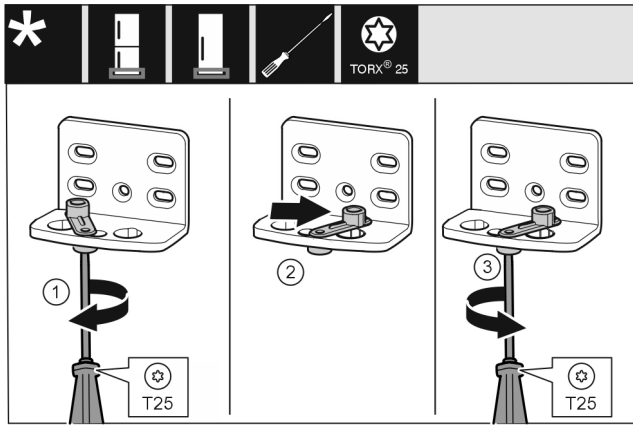

Fig. 23
- ▶ Šroubovákem T25 volně přišroubujte šroub. Fig. 23 (1)
- ▶ Zvedněte pomůcku zavírání dveří a v otvoru ji otočte o 90° doprava. Fig. 23 (2)
- ▶ Šroubovákem T25 šroub pevně utáhněte. Fig. 23 (3)